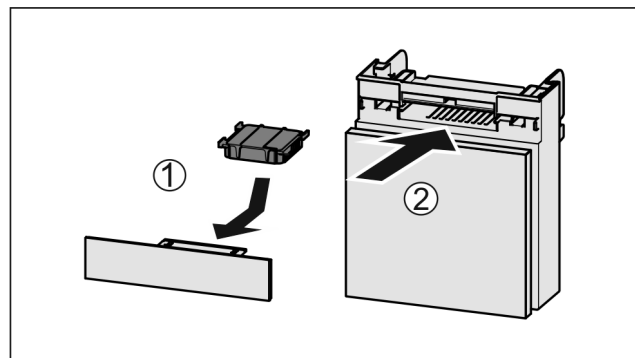

Fig. 203
- Umetnite filtara s aktivnim ugljenom kao što je prikazano na slici Fig. 203 (1).
- Umetnite pretinac Fig. 203 (2).